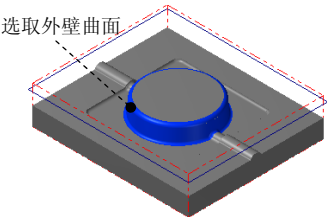

图 12.21 选取加工面
(1) 在图形区中选取图 12.21 所示的面（共 11 个），按 Enter 键，系统弹出“刀具路径